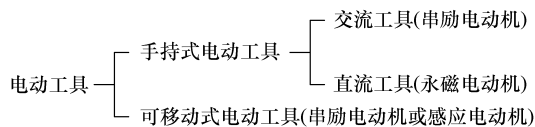

图 1-1 电动工具的种类
6) 根据握持的方法，电动工具可以分为如下几种，具体如图1-1所示。